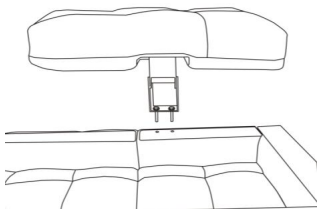

Рис.2
2. Для соединения подушек со спинкой необходимо, плоской отверткой изъять декоративную крышку механизма подъема на подушках, имеющиеся там болты M8x50 и шайбы 8 вставить в отверстия и совместить их с отверстиями на спинке дивана, как показано на рис.2. Вкрутить болты до упора, выровнять механизм параллельно спинки и подтянуть болты гаечным ключом, вставить декоративную крышку.